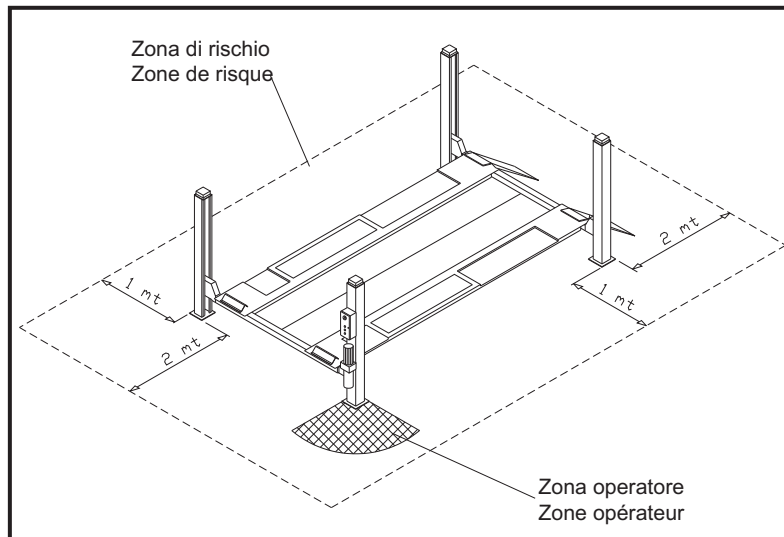

Fig.19
**In fase di salita o discesa l'operatore deve agire soltanto dalla postazione di comando indicata in Fig.19.**
**È vietato a chiunque sostare sotto le traverse e/o le pedane in movimento o sostare entro la zona di rischio indicata in Fig.19.**
**En phase de montée ou de descente, l'opérateur doit agir seulement depuis l'emplacement de commande indiqué à la fig. 19.**
**Il est interdit à quiconque de stationner sous les traverses et/ou les chemins de roulement en mouvement ou de stationner dans la zone à risque indiquée à la fig. 19.**
- si rispetti la zona di rischio durante il sollevamento (vedere Fig.19),
- respecter la zone de risque pendant l'élévation (voir Fig.19),